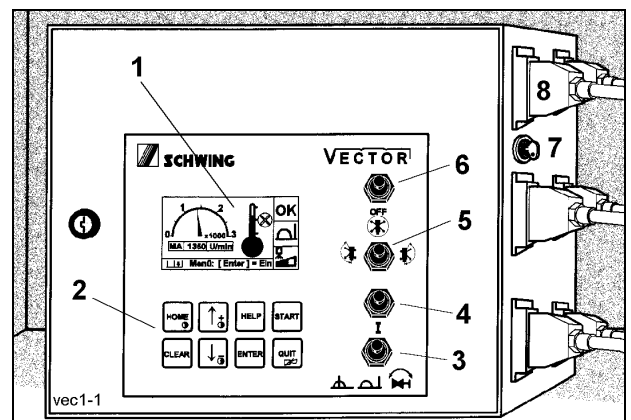

Fig. 1
3.1 ARMARIO DE DISTRIBUCIÓN (Fig. 1)